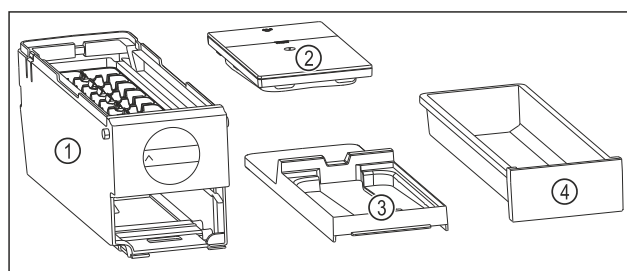

Fig. 133 Sestavni deli modula EasyTwist-Ice
- ▶ Modul EasyTwist-Ice je razstavljen na štiri dele. (glejte Fig. 133)
- ▶ Modul EasyTwist-Ice razstavite le na prikazane sestavne dele. (glejte Fig. 133)
- ▶ Glavni del EasyTwist-Ice Fig. 133 (1) očistite kot celoto.